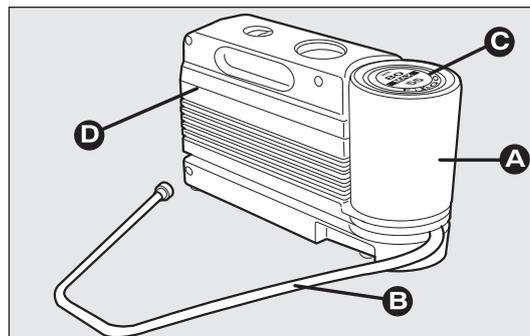

fig. 127
Il kit comprende fig. 127:
- ❑ un compressore D-fig. 127 completo di manometro e raccordi, reperibile nel vano;